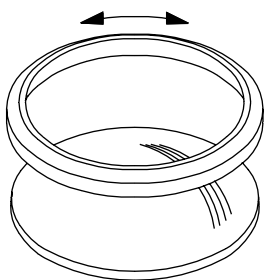

Рис. 6-14.2 Притирка
3. Отшлифуйте новое седло для плотного прилегания к шаровому сегменту. Нанесите на клапан абразивную пасту и втирайте в седло и в шариковый сегмент, пока не получите отполированную поверхность вокруг поверхности седла (→ Рис.6-14.2).
Отшлифуйте шаровой сегмент для плотного прилегания к новому седлу. Используя пасту для притирки клапанов, притирать седло и шаровой сегмент друг к другу, пока поверхности уплотнительной зоны не станут равномерно матовыми (→ Рис. 6-14.2).